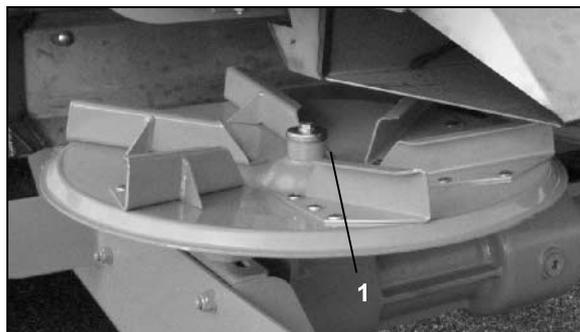

Рис. 85
1. Открутите шестигранный болт М10 (Рис. 85/1).
4. Закрепите распределяющий диск. Установите распределяющие диски на приводные валы двухдискового распределяющего аппарата и прикрутите болтами М10 (Рис. 85/1).